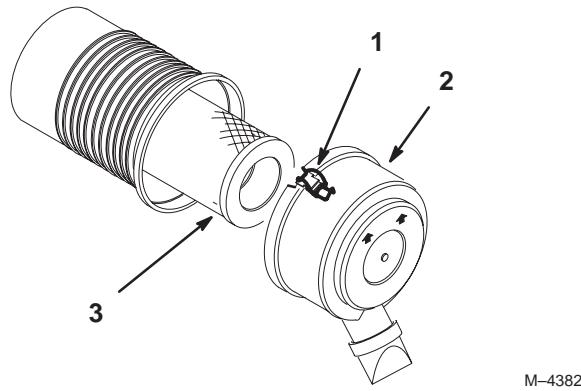

Figure 35
3. Nettoyez la surface autour du filtre à air pour éviter que des impuretés ne s'introduisent dans le moteur et l'endommagent. Desserrez les clips de blocage et déposez le couvercle du filtre à air (Fig. 35).
4. Sortez le filtre de son logement avec précaution (Fig. 35).
1. Insérez le filtre dans son logement avec précaution (Fig. 35).
2. Placez le couvercle du filtre à air dans le logement et verrouillez les clips de blocage (Fig. 35).